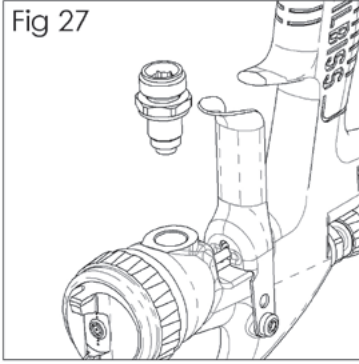

Fig 28
4. Entfernen Dichtung (45) und mit neuer Dichtung ersetzen (Siehe Abb. 28).